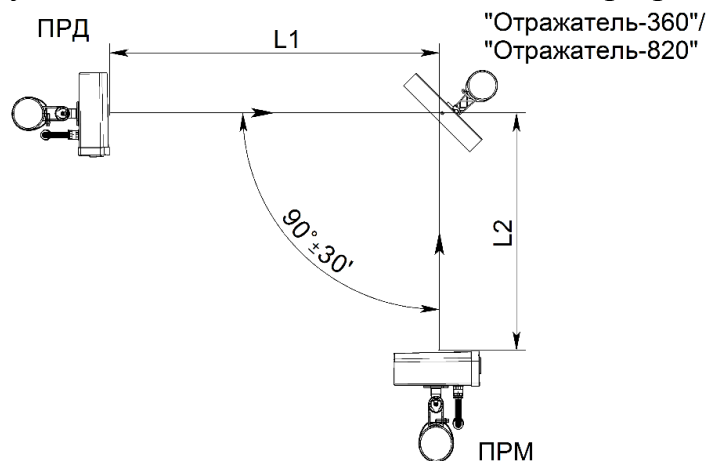

Рисунок 2.14 – Установка извещателей с применением отражателя «Отражатель-360» («Отражатель-820»)
2.3.9.2 При работе извещателей с «Отражателем-360» (см. рисунок 2.14) суммарная длина зоны обнаружения  $L1+L2$  (где  $L1$  – расстояние между блоком ПРД и отражателем,  $L2$  – расстояние между отражателем и блоком ПРМ) не должна превышать: